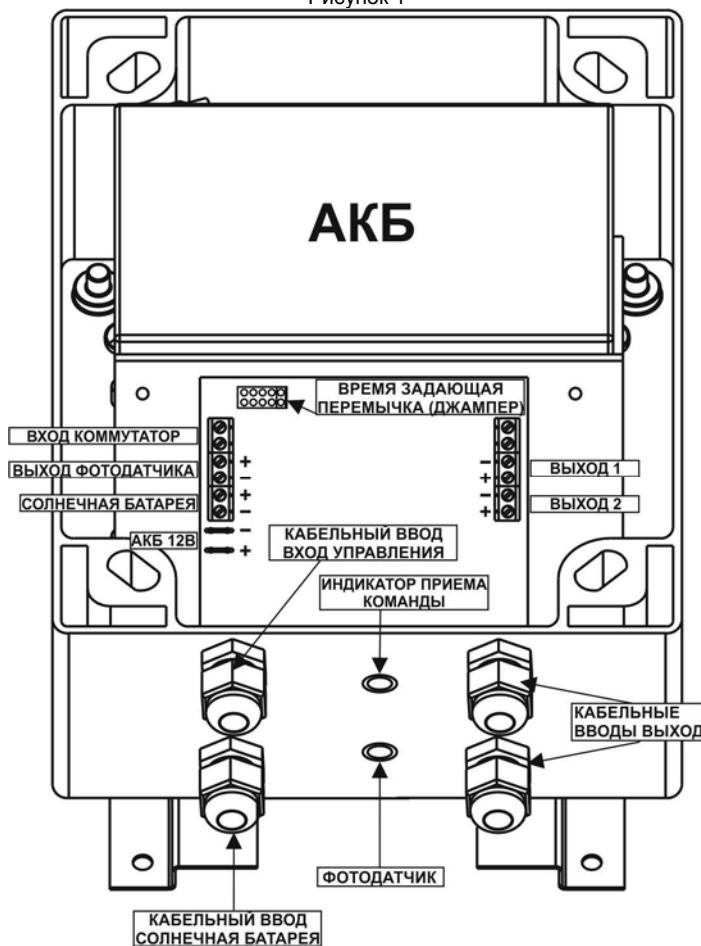

Рисунок 2
- ✓ подключение нагрузок к выходу «ВЫХОД 1» (напряжение на этом выходе есть при разомкнутых контактах входа «КОММУТАТОР» и исчезает при замыкании контактов входа «КОММУТАТОР» через интервал времени, определяемый положением время задающей перемычки (джампера) (см. таблицу 2 и рисунок 2), этот выход также отключается при отключении АКБ по разряду);
**Источник имеет** (см. рисунок 2) четыре клеммные колодки для подключения входных и выходных проводных соединений, а так же клеммную колодку для подключения фотодатчика и клеммы для подключения АКБ, расположенные внутри источника.
**Источник оснащен** герконовым переключателем, расположенным с внутренней стороны днища источника и светодиодным «ИНДИКАТОРОМ ПРИЕМА КОМАНДЫ» (см. рисунок 2).
Мигание светодиода «ИНДИКАТОРА ПРИЕМА КОМАНДЫ» в течении 4...5сек подтверждает запись (см. рис.2).
- Подвод соединительных линий осуществляется через кабельные вводы «ВЫХОД», «ВХОД УПРАВЛЕНИЯ» и «СОЛНЕЧНАЯ БАТАРЕЯ» (см. рис.2), которые расположены на нижней стенке корпуса источника.
- Подключить аккумуляторную батарею входящую в комплект поставки (см. рис.2) к клеммам «АКБ» с учетом полярности (красный провод – к клемме «плюс» АКБ).
- - Мигание светодиода «ИНДИКАТОРА ПРИЕМА КОМАНДЫ» в течении 4..5сек подтверждает запись (см. рис.2).